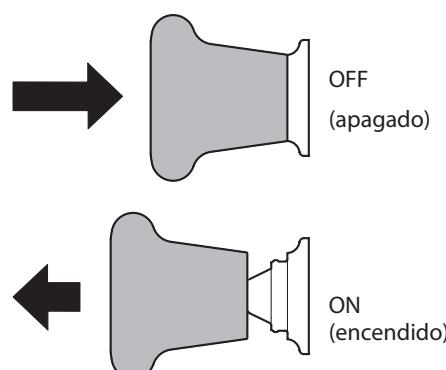

Figura 3-4
- Tire del interruptor de la PTO hacia arriba/afuera a la posición de activación (ON). Vea la Figura 3-4.